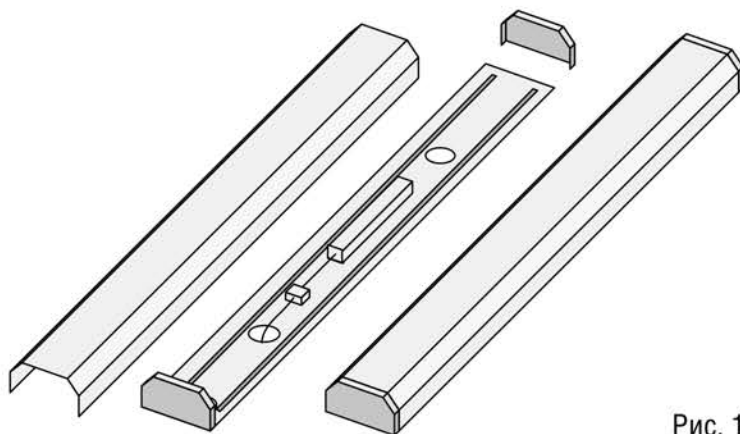

Рис. 1
- Закрепить рассеиватель и боковую крышку (Рис.1).